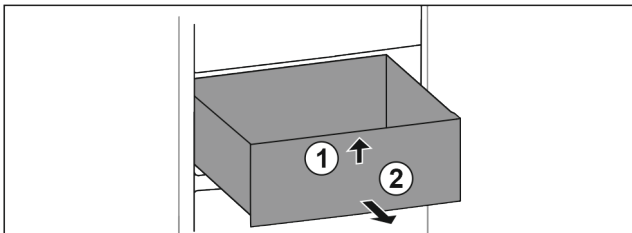

Fig. 59
- ▶ Підняти висувний ящик спереду. Fig. 59 (1)
- ▶ Вийняти висувний ящик рухом вперед. Fig. 59 (2)